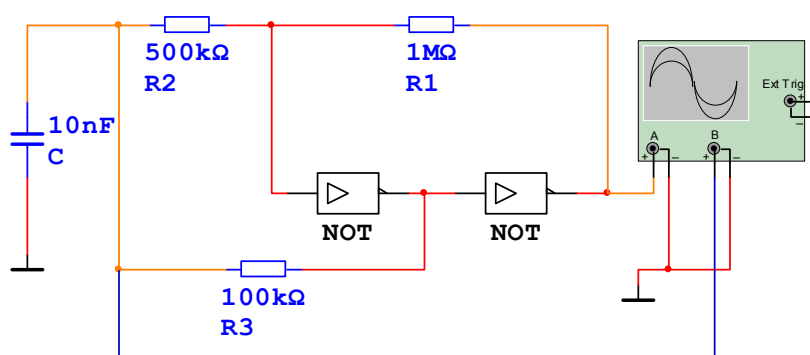

Рис.13.1
13.2.1. Соберите схему для исследования генератора импульсов на логических инверторах, изображенную на рис. 13.1.